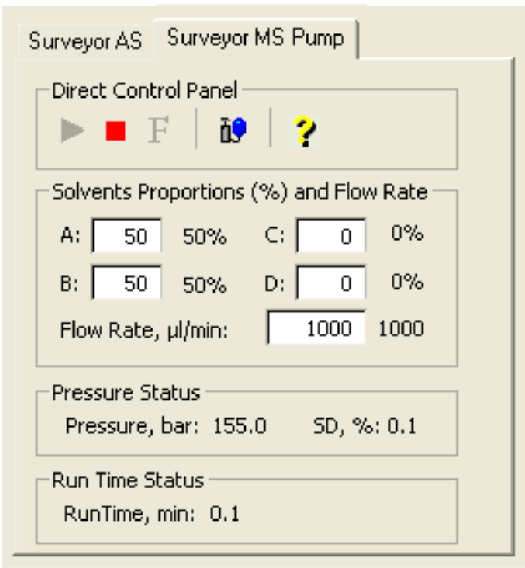

图8-2. 入口直接控制视图，图中显示泵为开启状态
- a. 在Tune Master中的Control / Scan Mode（控制/扫描模式）工具栏上点击AS/LC Direct Control（AS/LC直接控制）按钮，在工作区域右上角显示Inlet Direct Control（入口直接控制）视图，见图8-2。